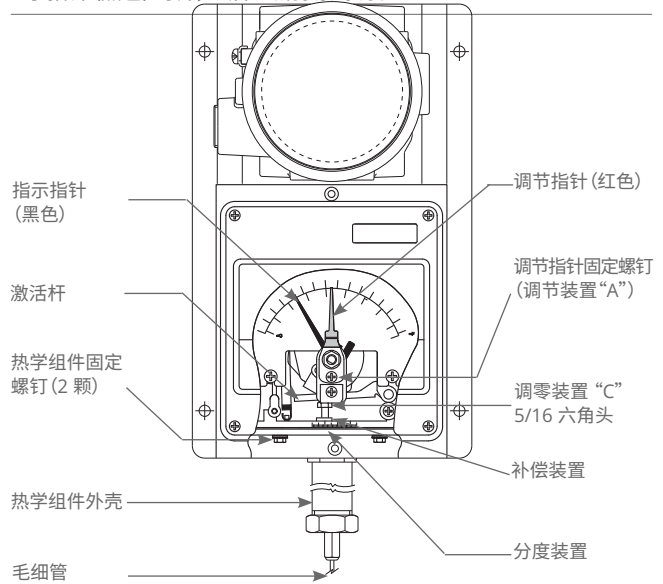

图 5：指示装置壳体内部
- 4 松开调节指针的固定螺钉“A”，将调节指针（红色）移回至与指示指针（黑色）对齐（见图 5）。当开关发出咔哒声时，重新拧紧螺钉。
- 4 将设定点调节指针（红色）正向移动至超过指示指针（黑色），用手指或工具向上拨促动杆来模拟热学组件移动，促动两个开关（见图 5）。通过测试指示灯观察开关操作动作。
- 6 如要将开关 #1 的调节指针（红色）与指示指针（黑色）对齐，松开调节指针固定螺钉“A”，然后将调节指针（红色）移回至与指示指针（黑色）对齐，之后重新拧紧螺钉（见图 5）。
- 3 对指示指针（黑色）和测试温度计之间的差异予以修正，方法为适用一把 5/16" 扳手固定住补偿器，同时使用另一把 5/16" 扳手转动热学组件的调零装置“C”（见图 5），直至指示指针（黑色）示数与测试温度计的读数相同。顺时针主动调零装置“C”可调低指示读数。